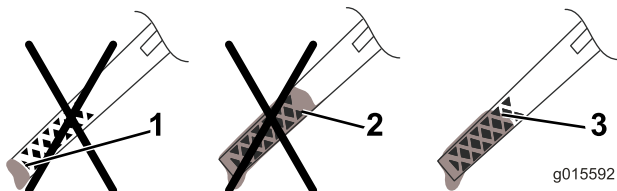

Figura 9
3. Retire la varilla y compruebe el nivel de aceite. Figura 9 muestra cómo leer la varilla.